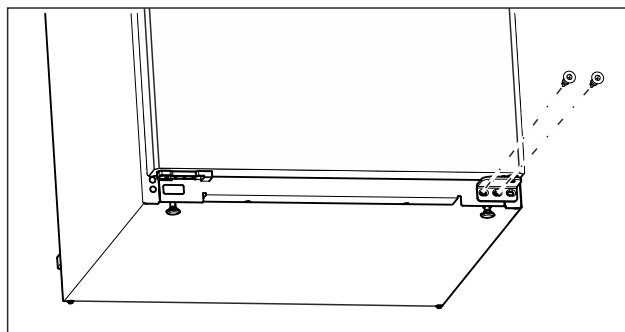

Fig. 15
- ▶ Svitare la vite centrale sul blocco inferiore di supporto con un cacciavite Torx 20. (vedere Fig. 15)
- ▶ Svitare la vite interna sul blocco inferiore di supporto con un cacciavite Torx 20. (vedere Fig. 15)